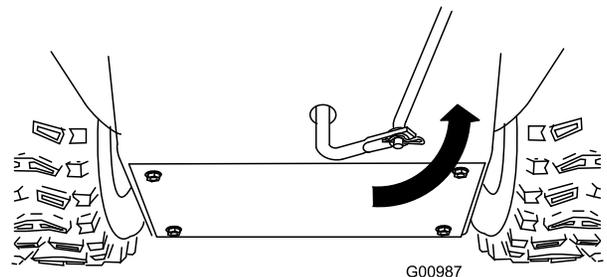

Bild 13
- Drehen Sie den Unterlenkerarm ganz nach oben (nach links) (Bild 13).